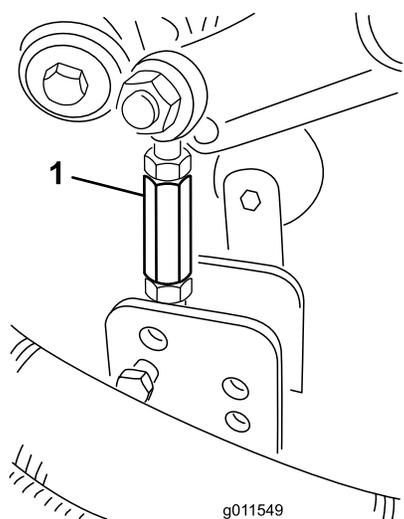

Figure 27
9. Enlevez les goupilles fendues et les axes de chape qui fixent les biellettes d'amortisseurs aux supports du plateau de coupe (Figure 27).